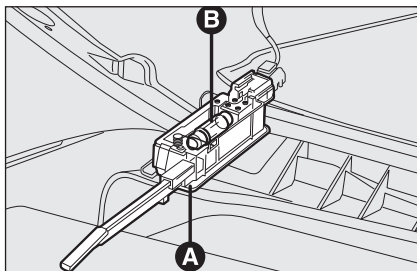

fig. 44
- aprire il cassetto portaoggetti, quindi estrarre la plafoniera **A-fig. 44**;